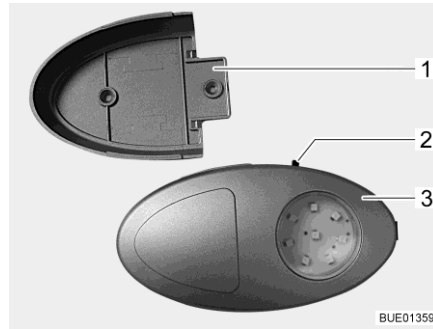

Bild 80 Klädskåpslampa/ficklampa
- ▷ Klädskåpslampan kan dras ut från skruvhållaren (Bild 80,1) och användas som ficklampa.
På-/av-brytaren (Bild 80,2) sitter direkt på klädskåpslampan (Bild 80,3).